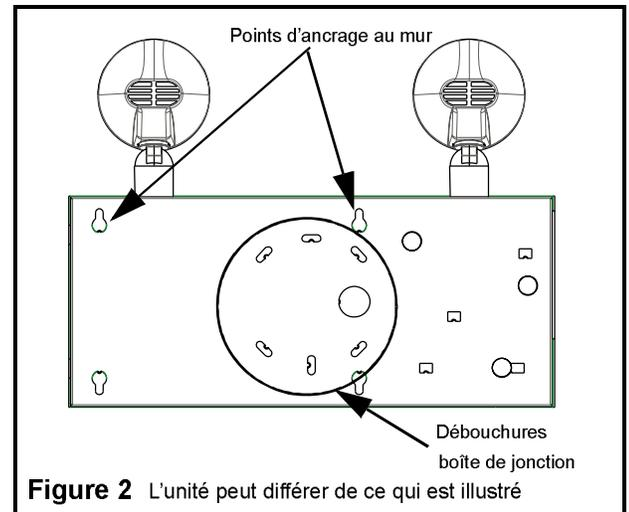

Figure 2 L'unité peut différer de ce qui est illustré
4. Enlever le support de la batterie (11) (voir la fig. 2) et la ou les batteries et remarquer la méthode de branchement afin de reproduire celle-ci lors du réassemblage.
1. À l'aide d'un tournevis à tête plate, défonçables le motif de trous approprié dans le boîtier pour le monter sur une boîte de jonction standard (voir Fig. 2). On recommande de placer l'unité sur une surface solide et plane, le dos du boîtier vers la surface, puis étayer l'unité sur un rouleau de ruban ou un autre article solide qui facilitera le retrait des débouchures.
2. Installer les fixations d'ancrage correspondant aux " points d'ancrage mural " (voir la fig. 2).
Retirer la débouchure pour l'entrée de conduit située sur le dessus du boîtier (voir la fig. 2).